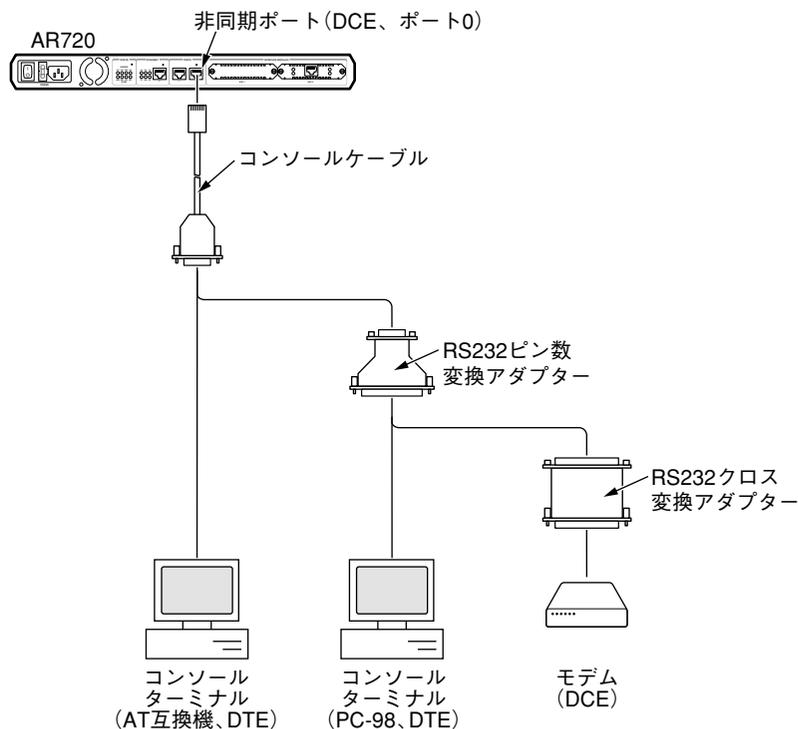

図 2.6.1：コンソールターミナルまたはモデムとの接続
1. 図 2.6.1 をご覧になり、非同期ポート (**ポート 0**) に接続する機器に合わせて、付属のコンソールケーブル、ピン数変換アダプター、クロス変換アダプターを選択して連結し、各コネクターの固定ネジを締めてください。